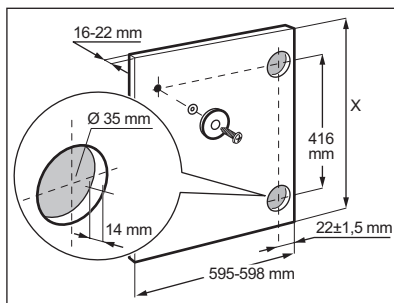

Fig. 3
- a altura **X** depende da altura da base do móvel adjacente (Fig. 3).